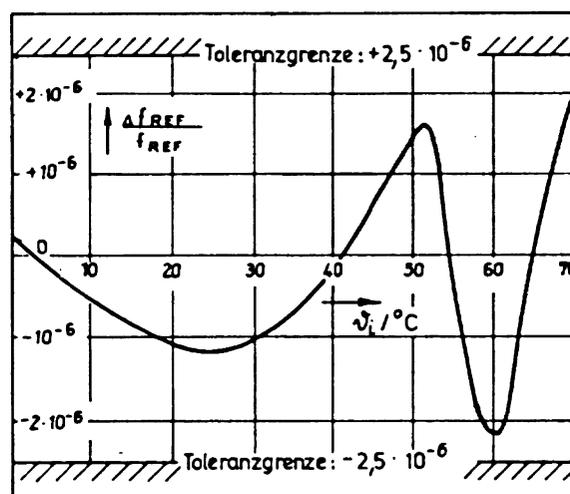

Bild 18: Prinzipielle Temperaturabhängigkeit der internen Referenzfrequenz
- Die Temperaturabhängigkeit der Frequenz des Quarzoszillators ist keine lineare Funktion (auch nicht näherungsweise!) wie Bild 18 zeigt. Dabei ist der Verlauf der Kurve in Bild 18 nur als Beispiel zu sehen. Der Quarzoszillator in Ihrem Gerät kann eine ganz andere Temperaturabhängigkeit besitzen. Bild 18 soll lediglich verdeutlichen, daß bereits verhältnismäßig kleine Temperaturänderungen (5...10 K) den gesamten zulässigen Bereich der in den TECHNISCHEN KENNWERTEN für den gesamten Temperaturbereich 5...45 °C angegebenen Frequenzänderung ausschöpfen.
Zu beachten ist, daß die Temperaturskala in Bild 18 sich auf die Innentemperatur des Gerätes bezieht. Diese liegt um ca. 20°C höher als die Umgebungstemperatur.
- Auch das Einlaufverhalten wird eigentlich nur indirekt über die Innentemperatur des Gerätes bestimmt. Wenn der Zähler z. B. bei 35°C Umgebungstemperatur eingeschaltet wird, so ist zunächst auch $\vartheta_1 = 35^\circ\text{C}$. Die Innentemperatur erhöht sich aber langsam und hat nach ca. 2 Stunden ihren Endwert erreicht (vorausgesetzt, die Umgebungstemperatur bleibt konstant). Es ist dann $\vartheta_1 \approx 35^\circ\text{C} + 20^\circ\text{C} = 55^\circ\text{C}$. Bild 18 zeigt, daß zwischen 35°C und 55°C bereits erhebliche Frequenzänderungen möglich sind.